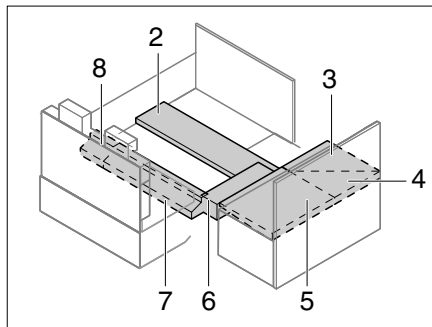

Fig. 232 Posizionamento del cuscino aggiuntivo
- Posizionare i cuscini aggiuntivi (Fig. 232). La distanza risulta dai cuscini di inserimento.